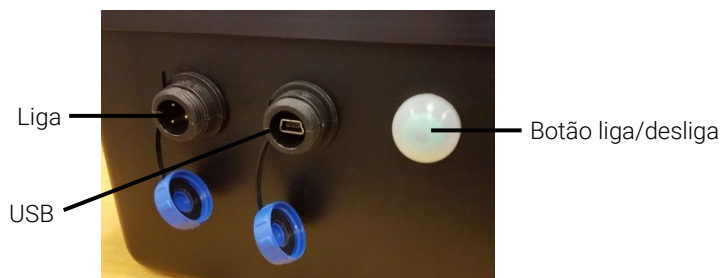

Figura 1. Conexão do cabo de alimentação
- 2** Conecte a outra extremidade do cabo de alimentação à fonte de alimentação. A fonte de alimentação adequada para a sua região será fornecido com o sistema. Quando o sistema não está sendo usado em campo, mantenha-o plugado na alimentação CA local para garantir uma bateria completamente carregada (veja a Figura 1).